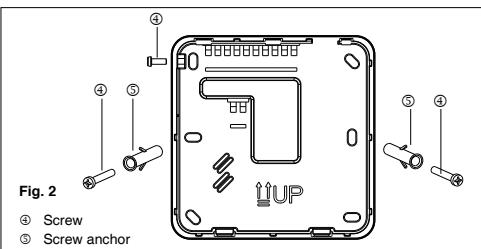

Fig. 2
- Separar la base del mando quitando el tornillo situado en la parte superior izquierda (Fig. 2). Colocar la base sobre la pared marcando los puntos de perforación.
- Fijar el mando a la pared mediante los tacos ④ específicamente previstos.
- Cerrar el mando con su tapa por medio del tornillo quitado anteriormente (Fig. 2).